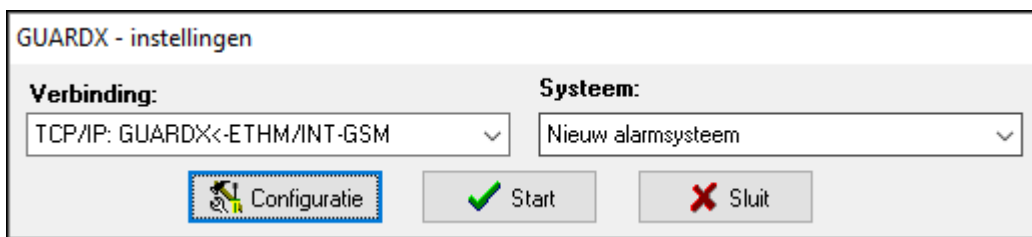

Fig. 15. GUARDX programma: opstartscherm.
In het GUARDX programma opstartscherm (Fig. 15), klikt u op de "Configuratie" knop.
Indien u de instellingen wilt configureren voor communicatie met het alarmsysteem, selecteer de communicatie methode in het GUARDX programma opstartscherm, "Verbinding" veld ("TCP/IP: GUARDX->ETHM", "TCP/IP: GUARDX<-ETHM/INT-GSM" of "TCP/IP: SATEL server") en klik op de "Configuratie" knop (Fig. 15).
1. In het opstartscherm (Fig. 15), “Verbinding” veld, selecteer “TCP/IP: GUARDX-> ETHM”, en klik op de “Start” knop.
1. In het opstartscherm (Fig. 15), “Verbinding” veld, selecteer “TCP/IP: GUARDX<-ETHM/INT-GSM” en klik dan op de “Start” knop.
1. In het opstartscherm (Fig. 15), “Verbinding” veld, selecteer “TCP/IP: SATEL server”, en klik op de “Start” knop.